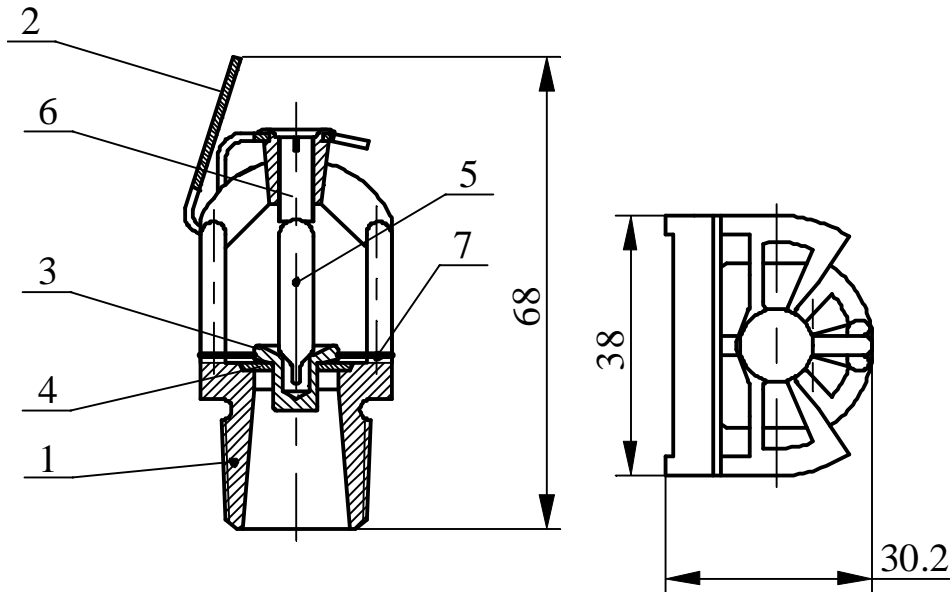

Рис. 1
3.1 Ороситель, представленный на рис.1, состоит из: корпуса 1; розетки 2; крышки 3; тарельчатой пружины 4; запорной стеклянной колбы 5; винта 6 и откидной пружины 7.